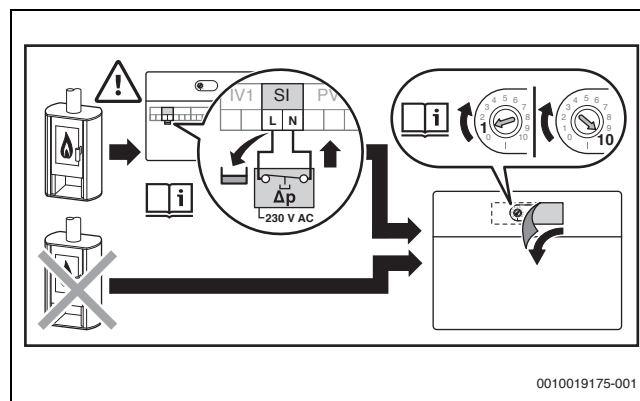

Bild 51 Sicherheitsaufkleber
- ▶ Abdeckung ([5] in Bild 4 auf Seite 7) der Elektronik abnehmen. (Der Deckel [3] des Geräts muss dazu nicht entfernt werden.) Der Kodierschalter (→ Bild 56, Seite 45) wird durch den Aufkleber (→ Bild 51) mit Sicherheitshinweisen zum Einbau des Differenzdruckwächters verdeckt.